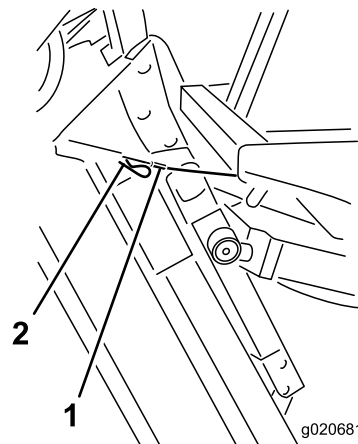

Figura 103
6. Mantenha a unidade na vertical, coloque a extremidade do cabo sobre o pino no braço de elevação da unidade de corte e fixe com o pino de segurança (Figura 103).